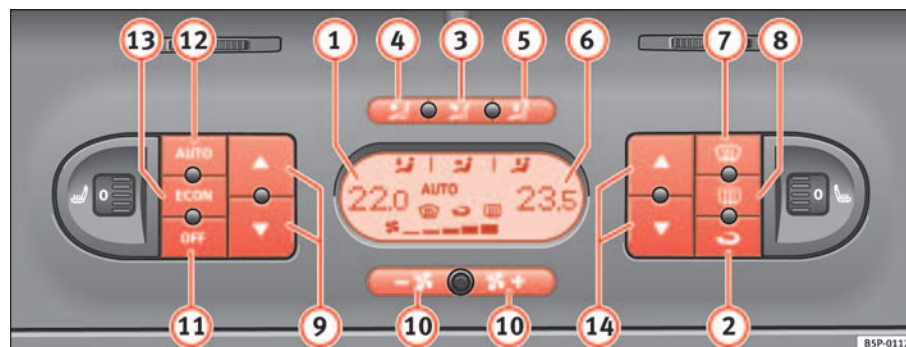

Fig. 127 Mandos del 2C-Climatronic en el tablero de instrumentos
⇒ página 165, fig. 127 (3) al (5), la tecla **ECON** o pulse las teclas de la turbina (10). El símbolo **AUTO** desaparecerá del display.
- Pulse la tecla  ⇒ **página 165, fig. 127 2** para conectar o desconectar la recirculación de aire. Está conectada si en el display aparece el símbolo .